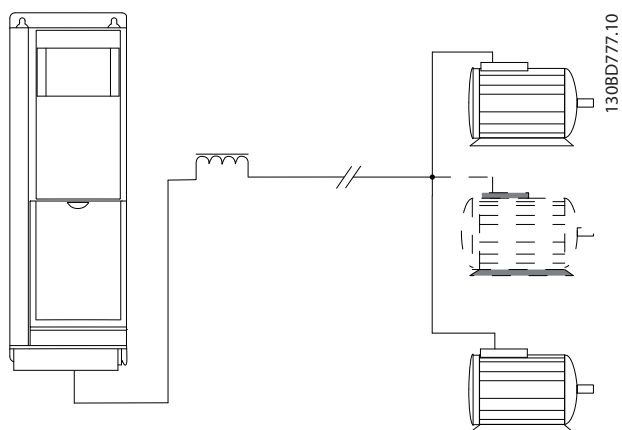
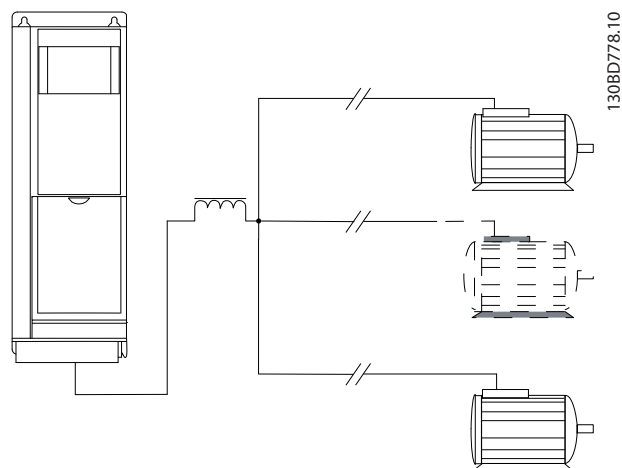

図 3.14 負荷のある並列ケーブル
図 3.15 長い並列ケーブル向けの LC フィルター
- 表 3.4 で指定されている合計モーター・ケーブル長は、並列ケーブルが短く保たれている限り（各々 10m 未満）有効です。図 3.14 と図 3.15 をご参照ください。
- モーター・ケーブル上の電圧降下を考慮してください。図 3.15 を参照。
- 長い並列ケーブルの場合、LC フィルターを使用してください。図 3.15 を参照。